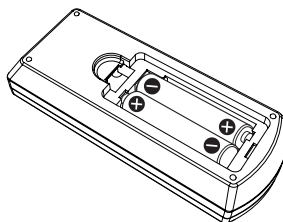

Fig. 2
- 2) **Inserire le batterie e chiudere il coperchio (Inserire prima il lato  $\ominus$ ) (Fig. 2).**